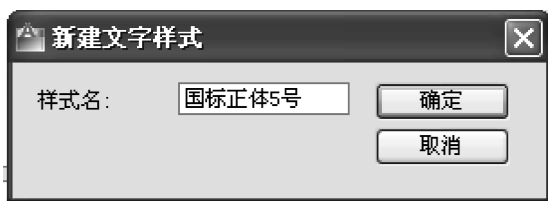

图9-8 【新建文字样式】对话框
9) **【新建】**按钮。创建新文字样式。方法：单击**【新建】**按钮，打开如图9-8所示的**【新建文字样式】**对话框。在该对话框的**【样式名】**文本框内输入新文字样
1) 执行【格式】→【文字样式】，打开【文字样式】对话框；单击对话框中的【新建】按钮，弹出【新建文字样式】对话框，如图9-8所示。输入“机械图样文字”样式名，单击【确定】按钮，返回【文字样式】对话框。